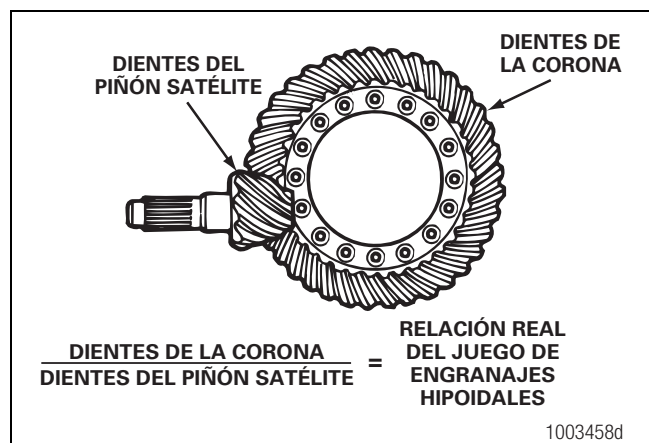

Figura 4.21
1. Contar la cantidad de dientes de la corona. Figura 4.21.
2. Contar la cantidad de dientes del piñón satélite. Figura 4.21.
3. Dividir la cantidad de dientes de la corona entre la cantidad de dientes del piñón satélite para determinar la relación real de los engranajes hipoidales para cada eje. Figura 4.21.